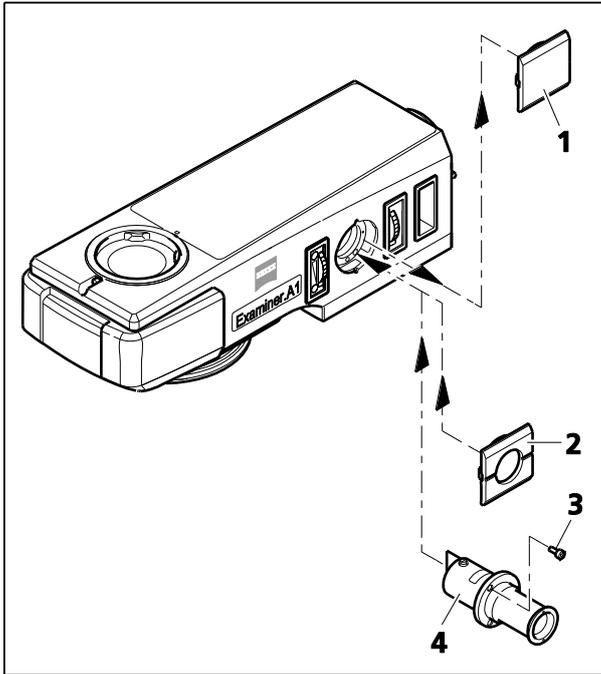

图 3-33 插入调节工具
- 从调节工具的装配开口上取下护盖 (图 3-33/1)。
- 插入调节工具 (图 3-33/4)，并使用随附的三颗螺钉 (图 3-33/3) 将其固定到主机架顶部。
- 盖上带开口的护盖 (图 3-33/2)。